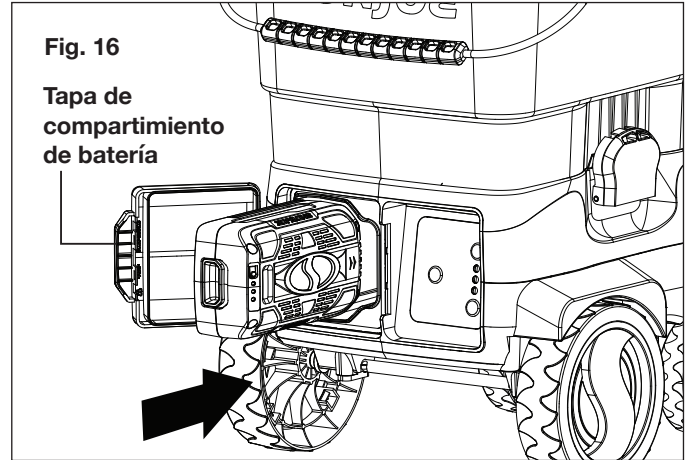

Fig. 16
1. Abra la tapa del compartimiento de la batería y deslice la batería hacia adentro hasta que haga "clic" para trazarla en su posición, y luego cierre la tapa (Fig. 16).